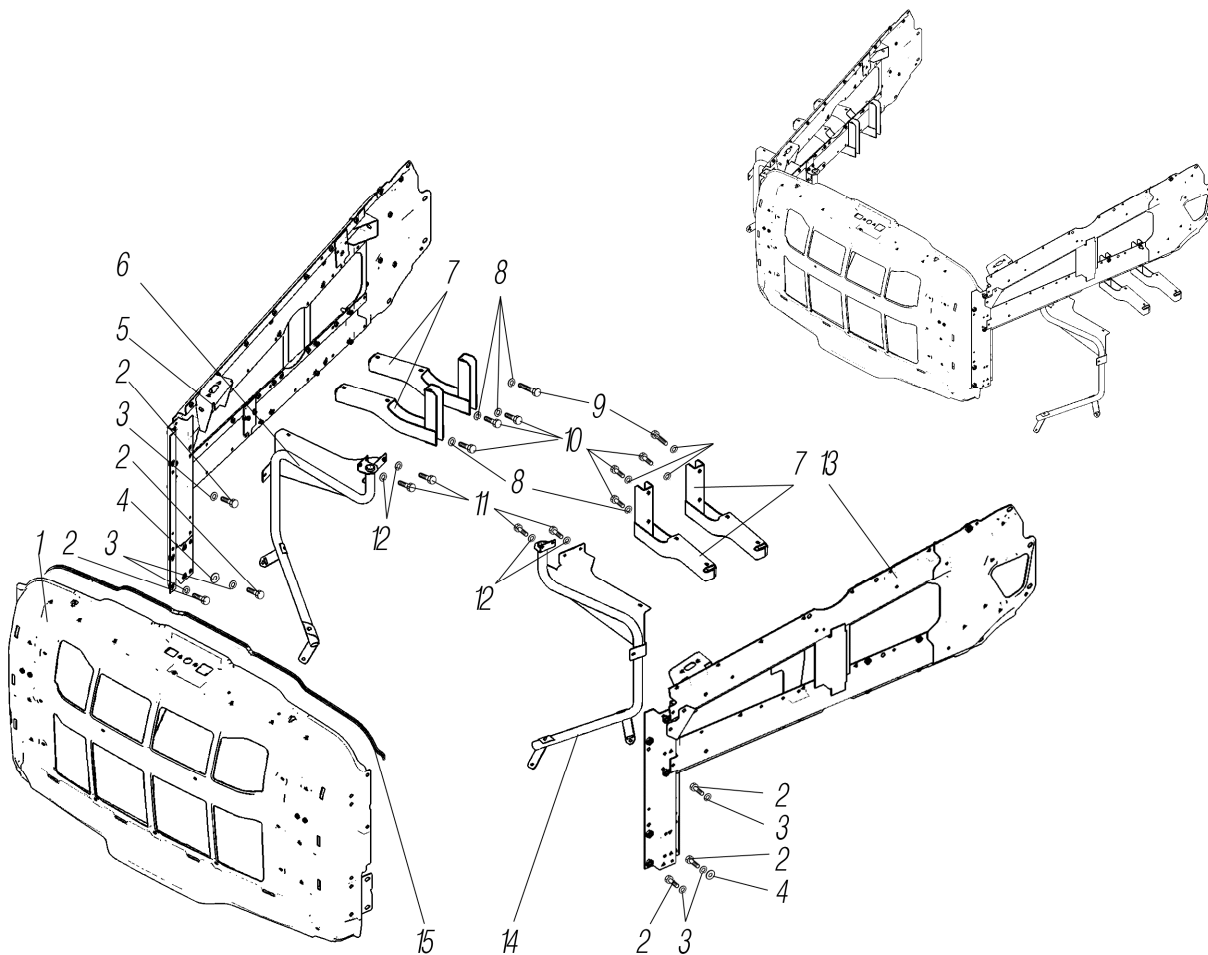

Рисунок 7.62
*⁴ В состав сборки входят сборочные единицы см. рисунок 7.62, 7.63, 7.65, 7.68
The item consists of the assembly units see Fig. 7.62, 7.63, 7.65, 7.68